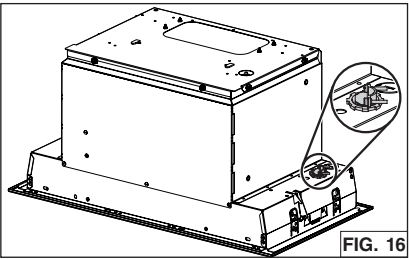

FIG. 16
4. Perforer une des deux ouvertures préamorcées (en gris dans la FIG. 16). Installer un serre-fils approprié de 7/8 po de diamètre (non inclus).